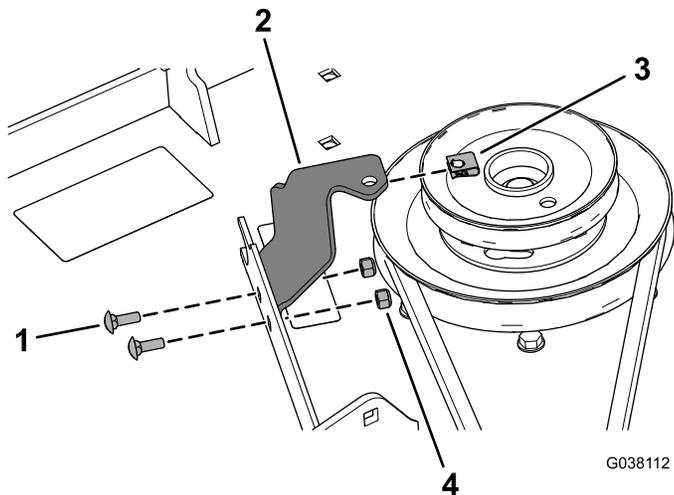

Figure 22
12. Fixez le support du protège-courroie sur le plateau de coupe à l'aide de 2 boulons de carrosserie ($\frac{1}{4}$ " x $\frac{3}{4}$ ") et de 2 contre-écrous ($\frac{1}{4}$ "), comme montré à la Figure 22.
13. Placez l'écrou rapide sur le support du protège-courroie (Figure 22).